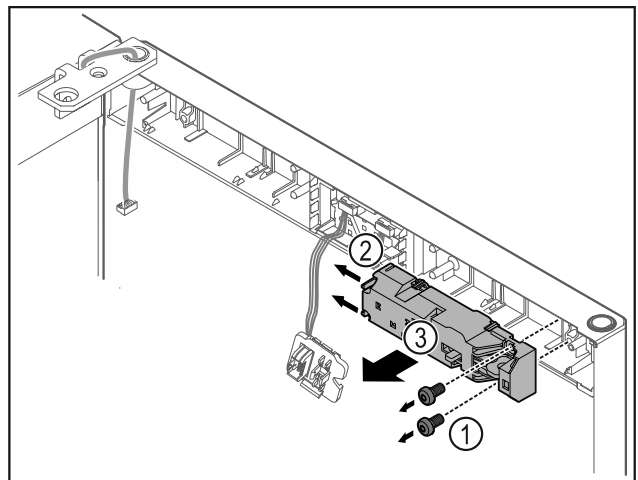

Fig. 15
- ▶ Odstráňte skrutky Fig. 15 (1).
- ▶ Potlačte výstupky Fig. 15 (2) do strany a odoberte diaľkový zámok Fig. 15 (3).